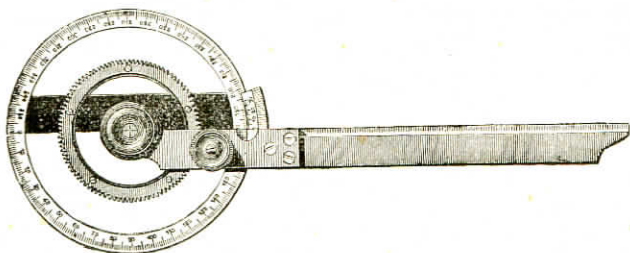

Fig. 655
- Rapporteurs cuivre**, cercle entier, alidade à vernier à crémaillère, divisions en $1/2$ degrés donnant les 30 secondes par le vernier, centre en corne, boîte noyer (fig. 655) :